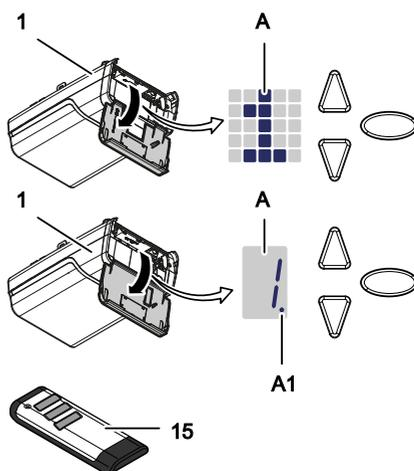

Fig. 4: Elementos de mando y variantes del indicador alfanumérico
Monte la consola de conexión (11) en la puerta de garaje (fig. 4).